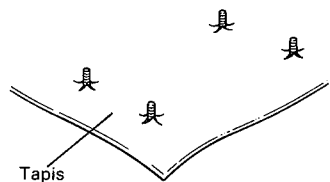

Fig. 4
3. Remettre le tapis sur sa position, percer des trous pour les vis comme indiqué par la figure, et faire passer les vis à travers les trous. (Fig. 4)